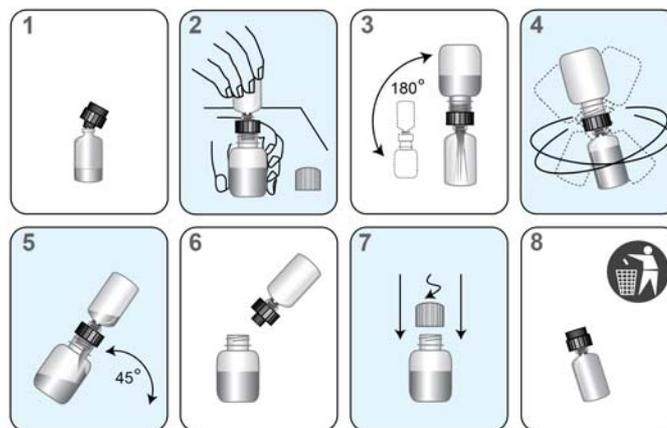

Figura 1. Processo de reconstituição
- Insira com firmeza a extremidade ranhurada do aro de reconstituição na abertura do frasco de vidro (Figura 1, Passo 1).
- d. Com o frasco de plástico sobre a bancada, insira com firmeza a outra extremidade do aro de reconstituição na abertura do frasco (Figura 1, Passo 2).
- e. Inverta os frascos montados. Deixe a solução drenar para o frasco de vidro (Figura 1, Passo 3). O volume de líquido deve exceder o volume do frasco de vidro, fazendo com que permaneça algum líquido no aro de reconstituição.
- f. Agite suavemente a solução no frasco para a misturar. (Figura 1, Passo 4).
- h. Inverta os frascos montados (Figura 1, Passo 5). Deixe o líquido drenar na totalidade para o frasco.
- i. Remova o aro de reconstituição e o frasco de vidro (Figura 1, Passo 6).
- j. Coloque novamente a tampa do frasco de plástico (Figura 1, Passo 7).
- m. Elimine o aro de reconstituição e o frasco de vidro (Figura 1, Passo 8).